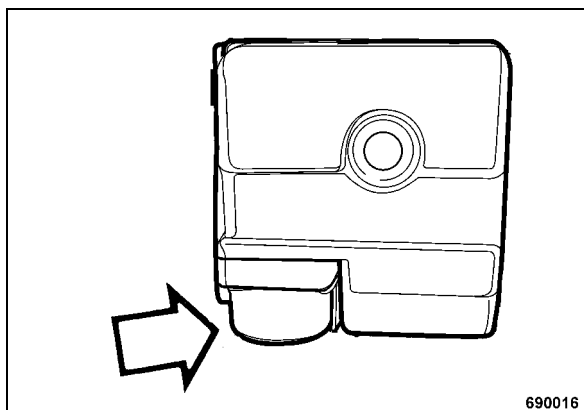

рис. 70
- Проверить на предмет загрязнения и засорения фильтр грубой очистки, при необходимости, очистить (рис. 70).